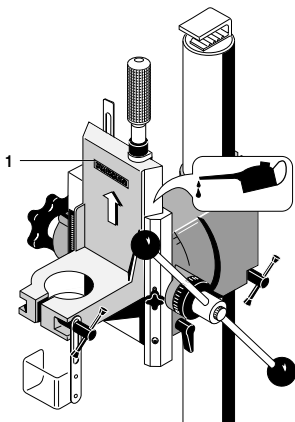

Fig. 8
1. Салазки **1** (рис. 8) перевести в предельно возможное верхнее положение.